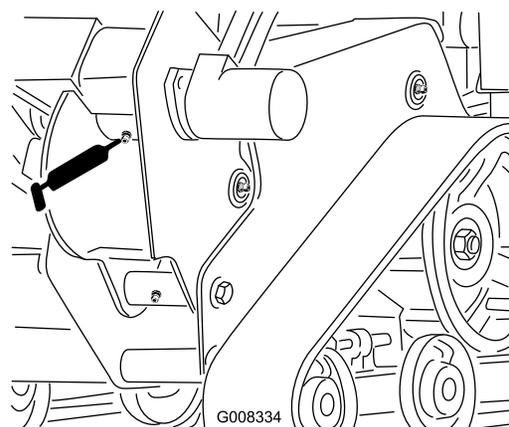

Figura 32
2. Pulite il raccordo di ingrassaggio della scocca dello scavafossi con un panno e montatevi un ingrassatore a pressione (Figura 32).